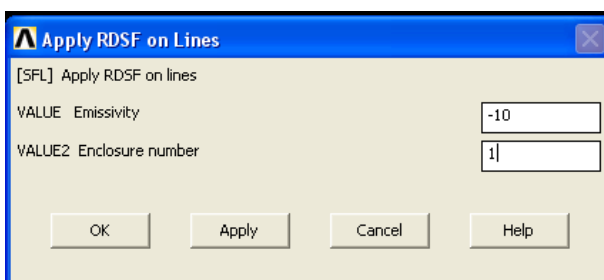

Figure 1 – Emissivité
- 1) L'émissivité a été fixée sous ANSYS à -10 (fig. 1). Cela signifie que :